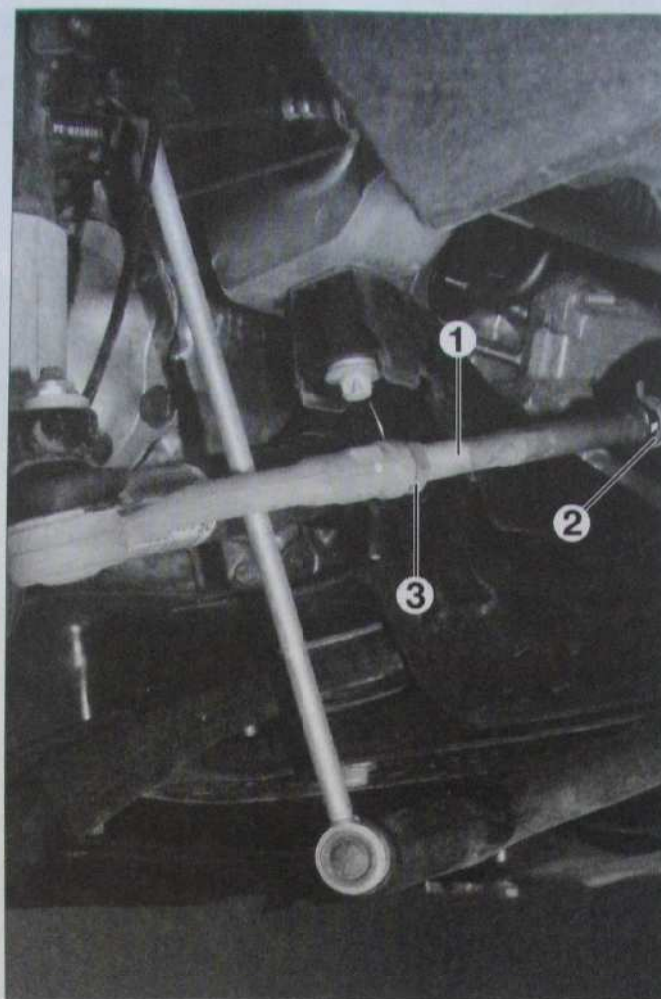

Fig. 9
Le parallélisme se règle par l'allongement ou le raccourcissement de la longueur des biellettes de direction (1), en les tournant par leur empreinte hexagonale, après avoir desserré le collier (2) et le contre-écrou (3) (Fig.9).